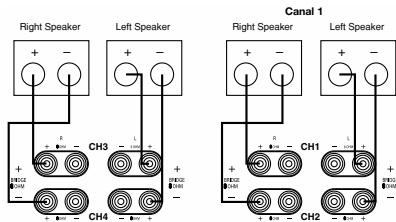

Figure 3
Pour obtenir cette configuration, connectez les enceintes comme montré en Figure 3. Utilisez pour connecter toutes les enceintes les repères Bridge 1 et Bridge 2 (connexions dans le plan vertical des borniers), NON les repères dans le sens horizontal.
- Reliez une des sources d'entrée audio aux prises **d'entrée Ampli principales ①**. Connectez les enceintes auxquelles elle est destinée au bornier repéré Bridge 1, comme montré en Figure 3 (connexions dans le plan vertical) qui prévalent sur les repères standard de polarités (connexions dans le plan horizontal) qui ne DOIVENT PAS être utilisées ici.
- Reliez l'autre source d'entrée audio à la prise **d'entrée CH 3 ⑭**. Connectez les enceintes auxquelles elle est destinée au bornier repéré Bridge 2, comme montré en Figure 3 (connexions dans le plan vertical) qui prévalent sur les repères standard de polarités (connexions dans le plan horizontal) qui ne DOIVENT PAS être utilisées ici.
- Déplacez le **sélecteur CH 3 séparé ①** vers la gauche, sur ON.
- Localisez les **sélecteurs de mode bridgé Bridge 1 ⑰** et **Bridge 2 ⑱** sur le panneau arrière et utilisez un tournevis Phillips #1 pour déposer les vis de la languette de sécurité en plastique qui les entoure.